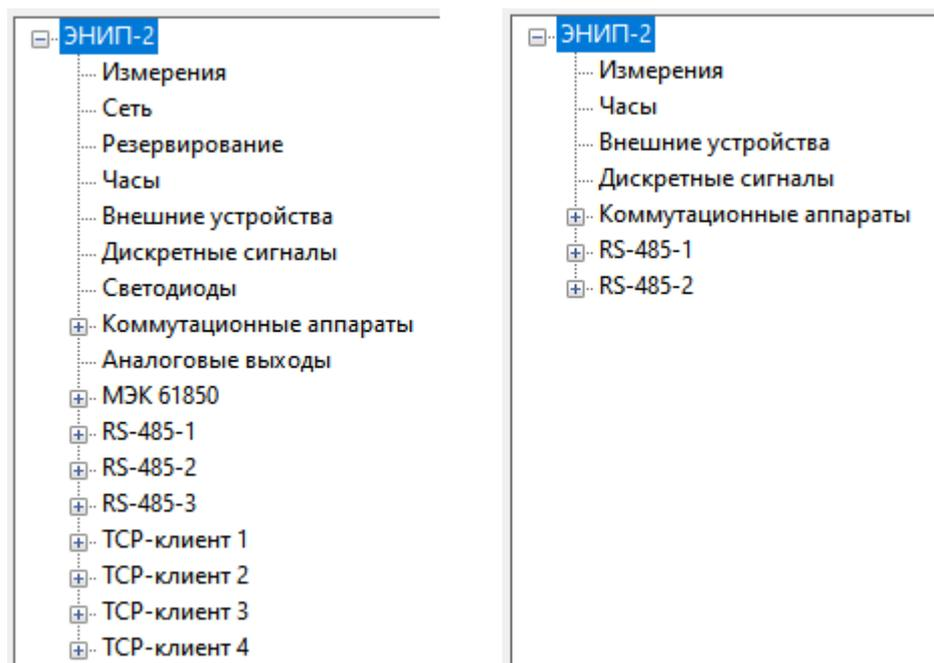

Рисунок 4.3. Примеры дерева настроек ЭНИП-2
4.1.9 Панель дерева настроек (рис. 4.3) содержит основные разделы настроек прибора. По умолчанию отображаются все настройки для выбранного прибора без учета модификации. При подключении к прибору все недействительные настройки скрываются. Например, если ЭНИП-2 оборудован только двумя интерфейсами RS-485, то при идентификации прибора в панели настроек скроются все разделы, относящиеся к RS-485-3 и портам Ethernet (рис. 4.3 справа).